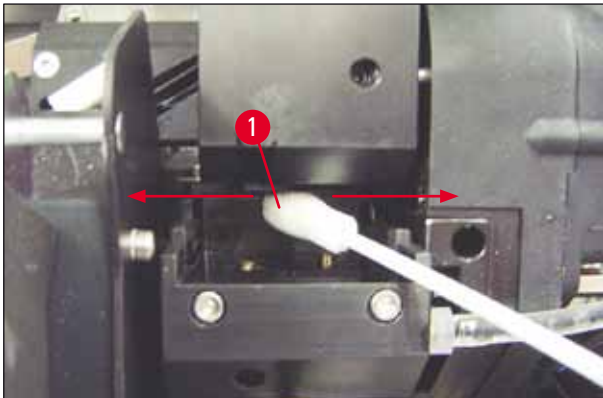

Fig. 54
5. För försiktigt in topsen i utrymmet under skrivarhuvudet (→ "Fig. 54"). Tryck försiktigt uppåt (på skrivarhuvudet) och rör sedan skumgummitopsen fram och tillbaka (cirka 10 gånger). På det här viset avlägsnar du intorkade bläckrester.